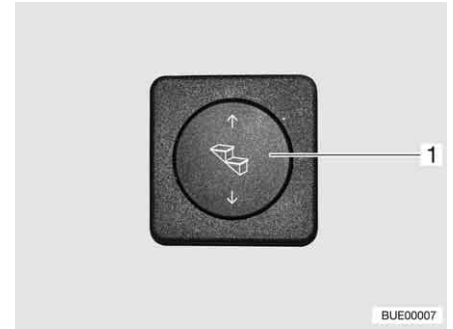

Fig. 13 Pulsador de mando escalón de entrada
- Pulsar la parte inferior del pulsador basculante (Fig. 13,1) y mantenerlo pulsado (por lo menos 3 segundos) hasta que esté completamente extraído el escalón de entrada.
- Pulsar la parte superior del pulsador basculante (Fig. 13,1) hasta que haya introducido completamente el escalón de entrada.